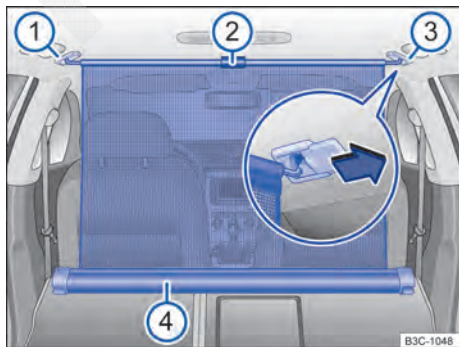

Fig. 125 No compartimento de bagagens: rede divisria encaixada com encostos do banco traseiro dobrados para frente.
- Abrir as coberturas *dianteiras* nos revestimentos da viga do teto ⇒ Fig. 125 (lupa) à direita e à esquerda no sentido da seta. As bases para a rede divisória são acessíveis.
- Retirar a rede divisória ② da carcaça pela tira ④.
- Prender a rede divisória no lado direito ③ (lupa).
- Prender a rede divisória no lado esquerdo comprimindo a barra transversal no alojamento ①.